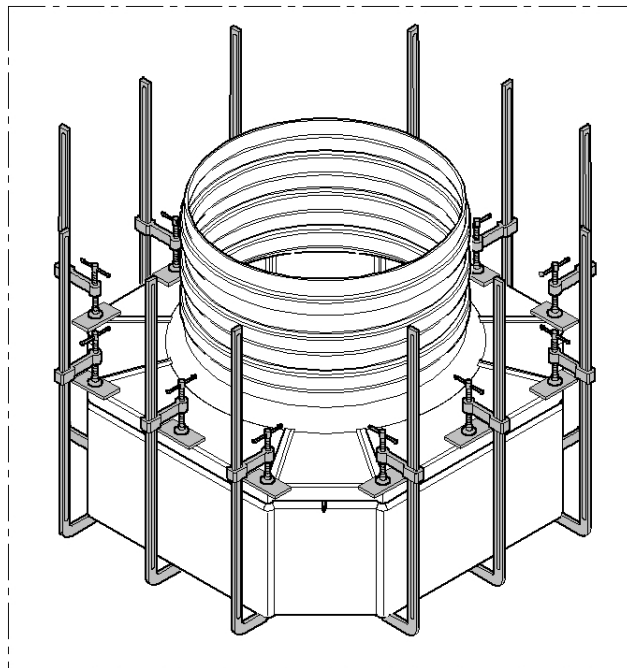

Fig. 3
- Bloquear os dois componentes com 12 grampos oportunamente apertados (8 grampos em correspondência das arestas e 4 grampos centrados nos lados mais compridos). (Fig. 3)